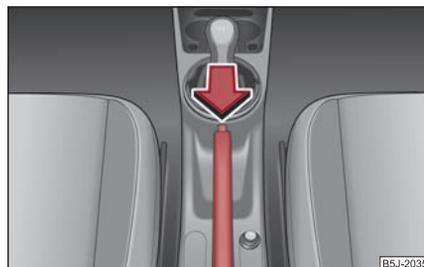

Fig. 122 Consola central: Freno de mano
- Tire de la palanca del freno de mano un poco hacia arriba y pulse **al mismo tiempo** el botón de bloqueo ⇒ fig. 122.